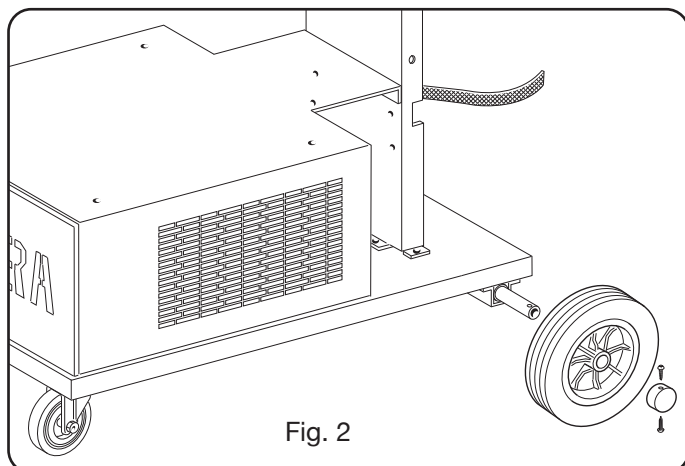

Fig. 2
- É necessário montar as rodas traseiras em todos os geradores depois de ter enfiado o eixo (fig. 2).